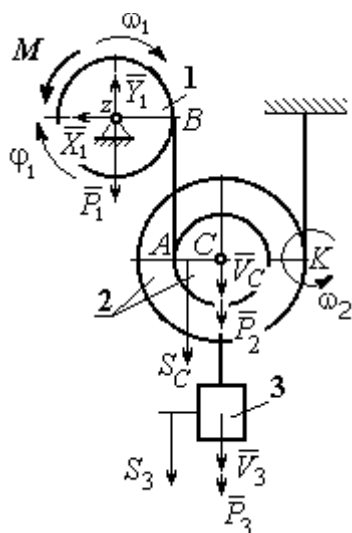

Рис. 5.24. Схема движения механизма
1. Для неизменяемой системы (состоящей из абсолютно твёрдых тел, соединённых нерастяжимыми нитями), движущейся из состояния покоя, теорема об изменении кинетической энергии на конечном перемещении имеет вид  $T = \sum A(\vec{F}_k^e)$ . Схема движения механизма в предположении, что груз 3 опускается, показана на рис. 5.24.
Во время движения механизма работу совершают силы тяжести  $\vec{P}_2$ ,  $\vec{P}_3$  и пара сил с моментом  $M$ . Перемещения  $S_C$  и  $S_3$  точек приложения сил  $\vec{P}_2$ ,  $\vec{P}_3$  и угол  $\varphi_1$  поворота диска 1 показаны на рис. 5.24.